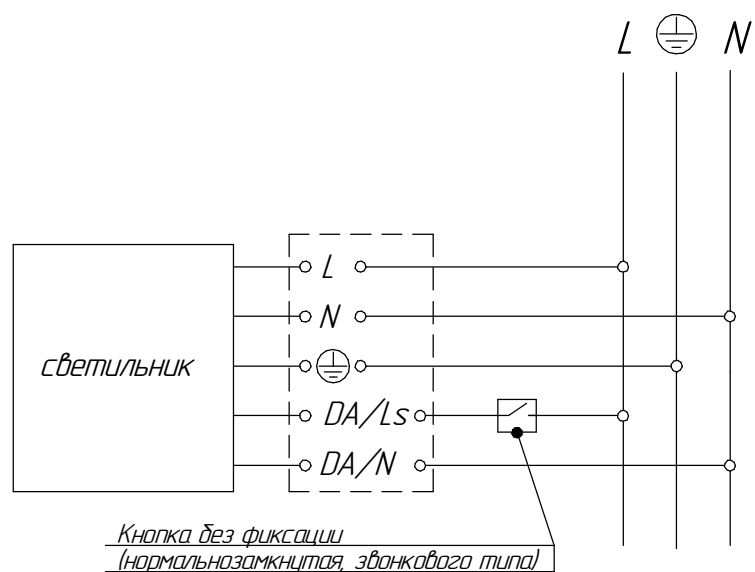

Рисунок 8 - Схема подключения светильника с функцией диммирование касанием к электрической сети.
5.8 Светильники с управлением по протоколу DALI дополнительно имеют функцию **диммирование касанием**. Данная функция реализуется путем прямого подключения кнопочного выключателя (*выключатель должен быть обязательно без фиксации*) к светильнику по схеме, приведённой на рис. 8.